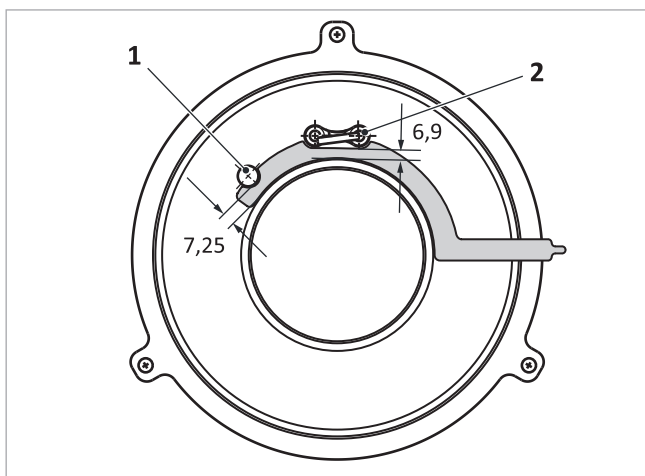

Abb. 19: Abstände Ionisations- und Zündelektrode zum Brennerflansch
- Ionisationselektrode → Abb. 19 (1): 7,25 mm
- Zündelektrode → Abb. 19 (2): 6,9 mm